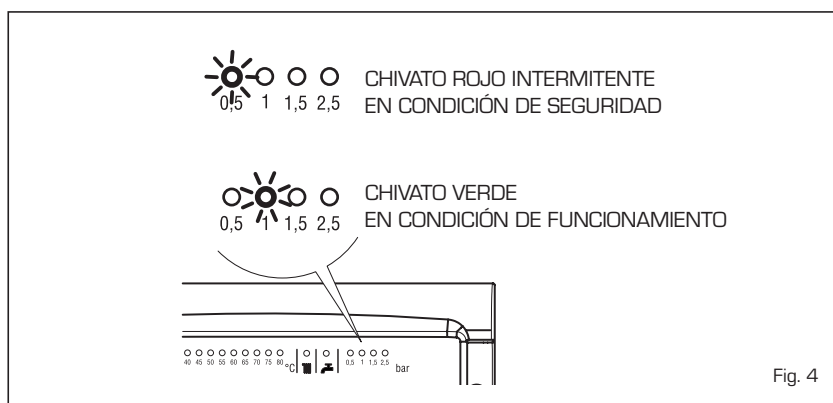

Fig. 4
- Presión insuficiente agua (fig. 4)